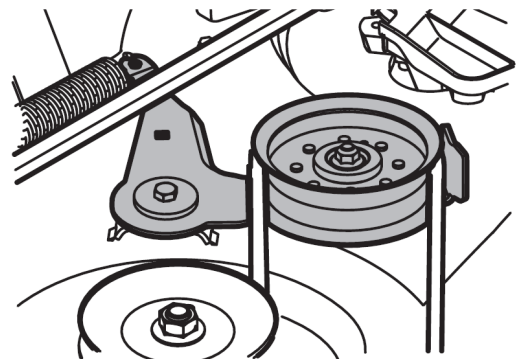

Figure 41
8. トラクターの右側で作業し、アイドルブラケットにある四角い穴に、締めるように設定された38インチのドライブブラケットレンチを挿入します。図41を参照してください。
9. レンチを前方に回転させて、デッキドライブプーリーを前方に動かします。図41を参照してください。